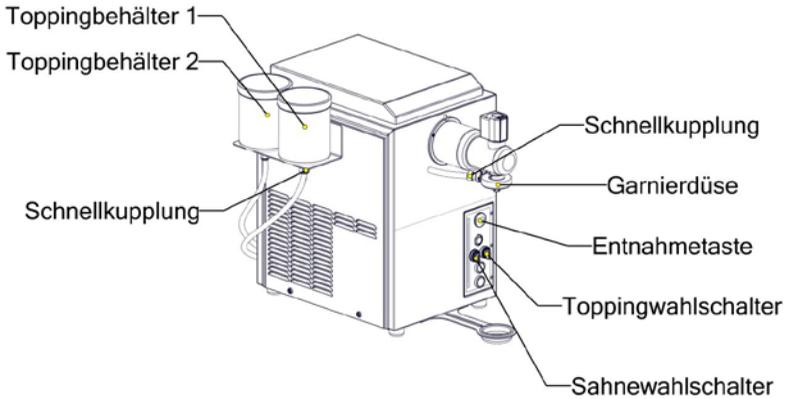

Abb. 1
- Toppingwahlschalter (rechten Wahlschalter) je nach gewünschtem Topping nach links bzw. rechts drehen. Rechte Stellung ist Behälter 1. Linke Stellung ist Behälter 2. (s. Seite 3, Abb. 1)
(s. Seite 3, Abb. 1)